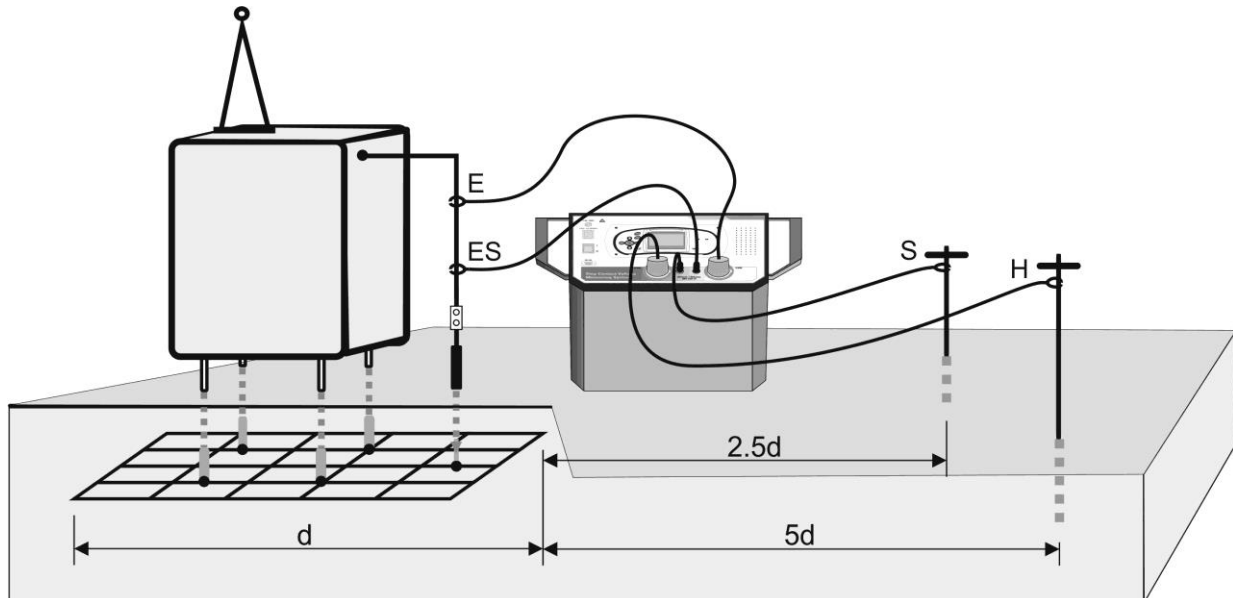

Fig. 24: Conexión del instrumento para medida de resistencia de tierra
La medida de resistencia de tierra se efectúa sólo con la unidad de potencia HT2055S aprovechando el método voltamperimétrico a 4 terminales utilizando dos sondas auxiliares de corriente y de tensión proporcionadas en dotación posicionadas a una distancia de acuerdo con el esquema mostrado en la Fig. 24
- 3 Entierre la sonda auxiliar de 1m de largo en dotación a una distancia igual a 5 veces la máxima diagonal de la instalación en medida (vea Fig. 24). Conecte el terminal de entrada C1/H a la sonda mediante el cable de 50m en dotación (si fuera suficiente) o bien predisponga una prolongación de cable en caso de distancia mayor. La naturaleza del método permite efectuar prolongaciones sin ninguna compensación de la resistencia de los cables de medida. Utilice eventualmente más sondas en paralelo se hace falta reducir la resistencia de contacto en el punto
- 4 Entierre la sonda auxiliar de 60cm de largo en dotación a una distancia igual a 2.5 veces la máxima diagonal de la instalación en medida (vea Fig. 24). Conecte el terminal de entrada S a la sonda mediante el cable de 50m en dotación (si fuera suficiente) o bien predisponga una prolongación de cable en caso de distancia mayor. La naturaleza del método permite efectuar prolongaciones sin ninguna compensación de la resistencia de los cables de medida. Utilice eventualmente más sondas en paralelo se hace falta reducir la resistencia de contacto en el punto